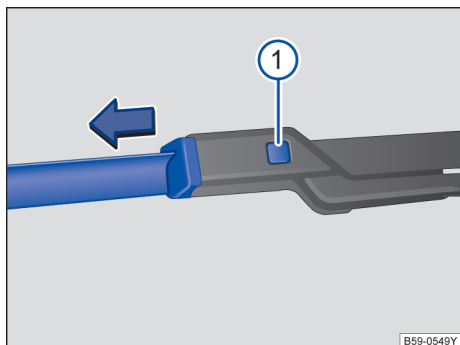

图 137 更换风窗刮水器刮水片
- 按住分离按钮→图 137 ① 同时沿图示箭头方向拉出刮水片。